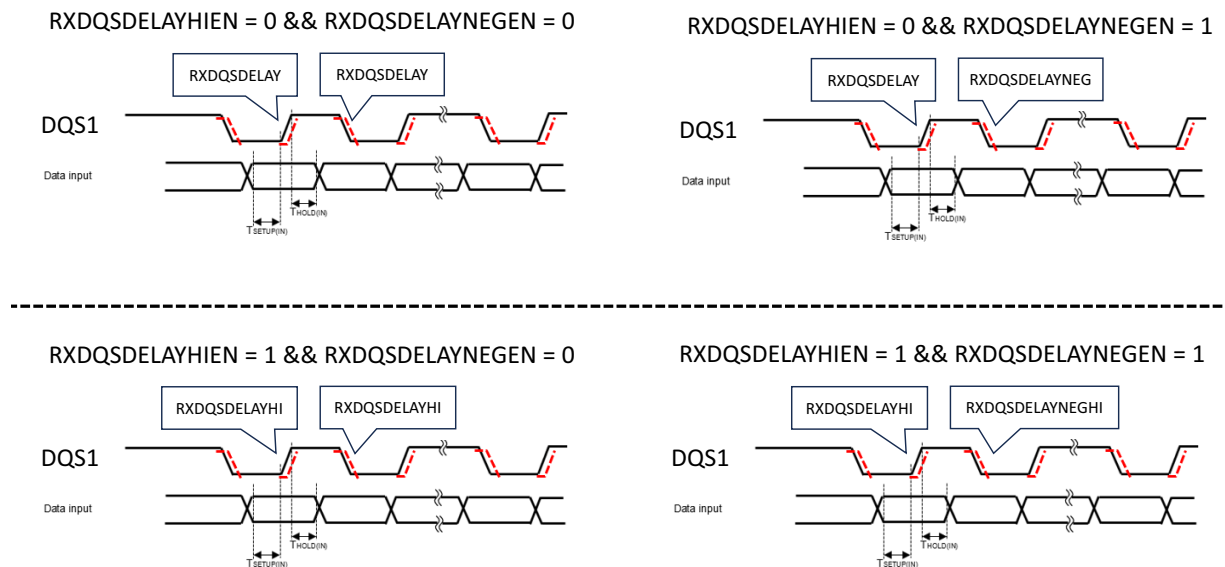

Figure 26. Hex DDR Mode with DQS - Read Delay Lines - Upper Data Byte DQS
Figure 26 shows DQS1 delay parameters in Hex DDR Mode with DQS, with respect to the upper input (RX) data byte under the following conditions: